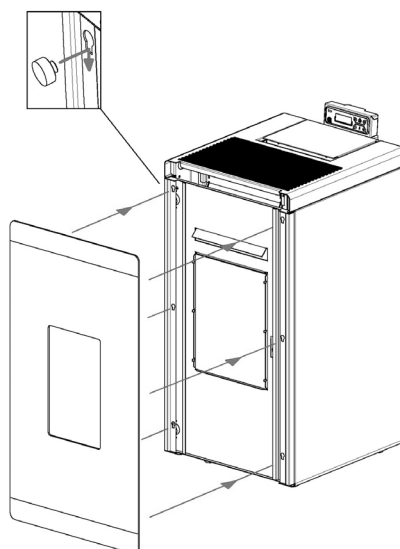

Fig. 42 - Posicionar o vidro
- Posicionar o vidro na porta de metal: encaixar as cabeças dos parafusos nos furos da porta (ver **Fig. 42**).